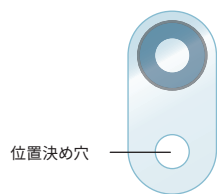

図 5：位置決め穴の付いたプルタブ
- プルタブ付きベントを取り付ける場合、位置決め穴を使って、装置内の位置決めができます (図 5)。